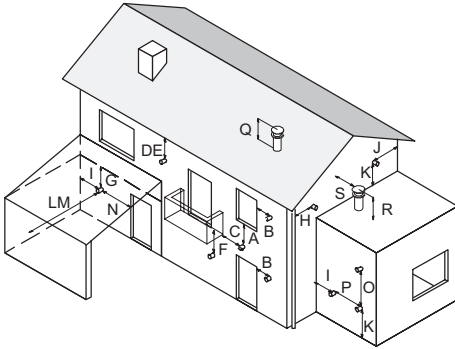

Figura 5.15
- respetar las distancias mínimas de la Figura 5.15 y cumplir las normas nacionales y locales vigentes.